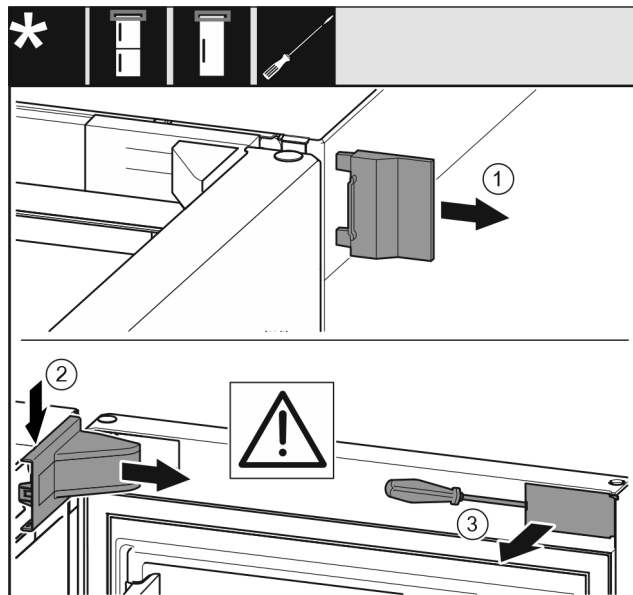

Fig. 8
- Zdjąć zewnętrzną osłonę Fig. 8 (1).
- Wyczepić i zdjąć osłonę płytki zawiasu Fig. 8 (2).
- Wyczepić zaślepkę Fig. 8 (3) śrubokrętem i odchylić w bok.